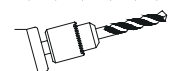

Abb. 20
4. ➔ Bohren Sie die Löcher (A, B, C, D, E, F, G, H, I, J, K, L), die auf der Montageschablone markiert sind, mit einem Ø10 mm Bohrer. Die Lochtiefe sollte mindestens 60 mm betragen (Abb. 20).